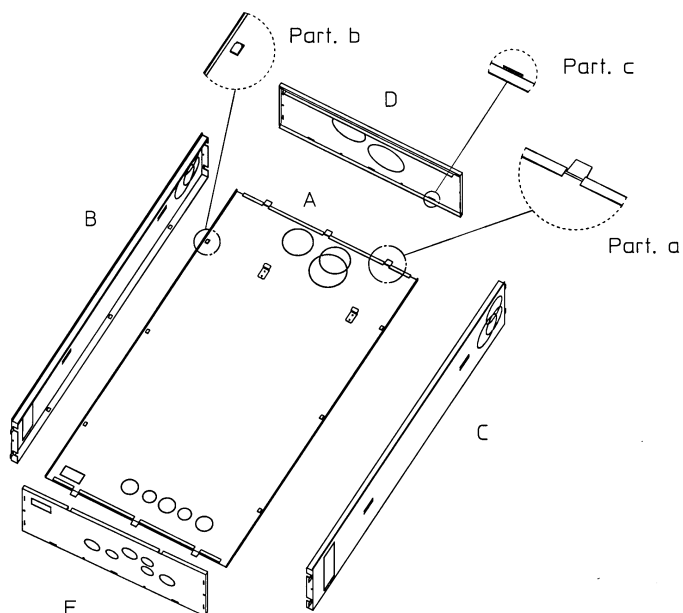

Figura 2-4
2.3.1 MONTAGGIO NICCHIA (Figura 2-4)
- Lasciare liberi i quattro fori pos. 8 in Figura 2-4 per scaricare eventuali perdite di acqua.